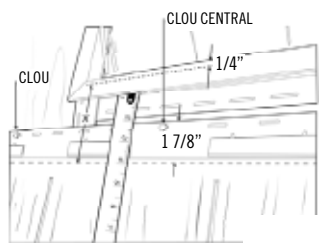

Figure 43
1. Mesurer 4,76 cm (1 7/8 po) verticalement du haut du panneau vers le bas et faire un trait horizontal. Voir Figure 43.
2. Mesurer de l'intérieur de la Moulure en J jusqu'à la ligne 4,76 cm (1 7/8 po). Rappel : laisser un espace de 0,64 cm (1/4 po) à l'intérieur de la Moulure en J. Aussi voir Figure 43.